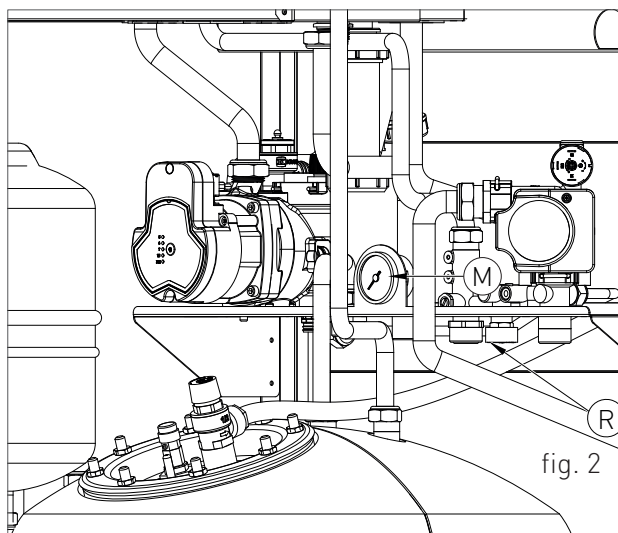
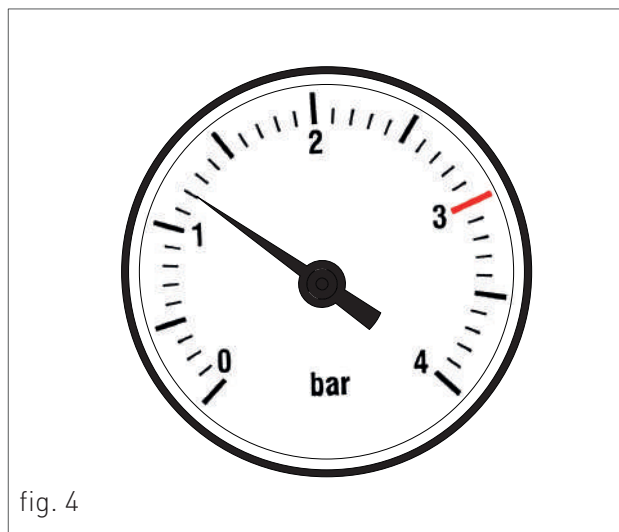

fig. 2
fig. 4
Assicurarsi, utilizzando una livella, che la caldaia abbia la giusta inclinazione essendo in bolla (vedi fig.2) in modo da favorire lo scarico della condensa.
3. aprire il rubinetto di carico "R" (fig. 2);
5. controllare attraverso il manometro "M" (fig. 2) che la pressione dell'impianto raggiunga 1.2 bar (fig. 4);
6. ad operazione avvenuta, assicurarsi che il rubinetto di carico "R" (fig. 2) sia ben chiuso.
8. se dopo le suddette operazioni si rilevasse una diminuzione della pressione dell'acqua nell'impianto, aprire di nuovo il rubinetto di carico "R" fino a che la pressione nel manometro non segni 1.2 bar (fig. 4).